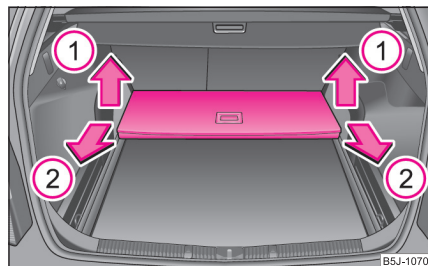

Abb. 69 Gepäckraum: vari-
- Heben Sie den Ladeboden in Pfeilrichtung **(1)** an ⇒ Seite 68, Abb. 69 und nehmen Sie den Ladeboden durch Ziehen in Pfeilrichtung **(2)** heraus ⇒ Seite 68, Abb. 69.